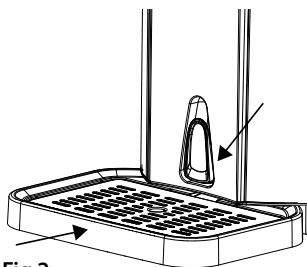

Fig.2
3. Plaats de lekbak samen met het lekrooster in de daarvoor bestemde uitsparing op het apparaat. Zorg ervoor dat de aftaphendel gesloten is (Fig. 2) en de kraan in de gesloten stand staat.